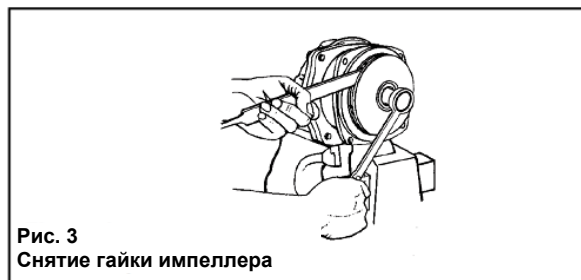

Рис. 3
3. Чтобы открутить гайку импеллера, закрепите фланец в тисках и вставьте большую отвертку или напильник (не менее 10 дюймов длиной) между лопастями импеллера, чтобы он не поворачивался при откручивании гайки. Используйте торцевой ключ, чтобы открутить гайку импеллера, поворачивая ее против часовой стрелки (см. рис. 3).